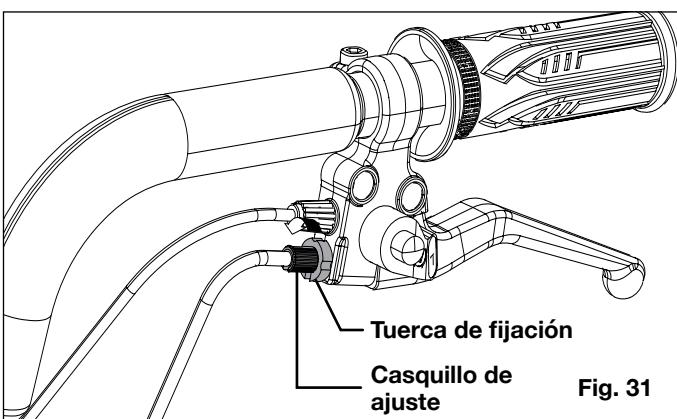

Fig. 31
4. Afloje el casquillo de ajuste y tuerca de fijación girándolos en sentido antihorario (Fig. 31).